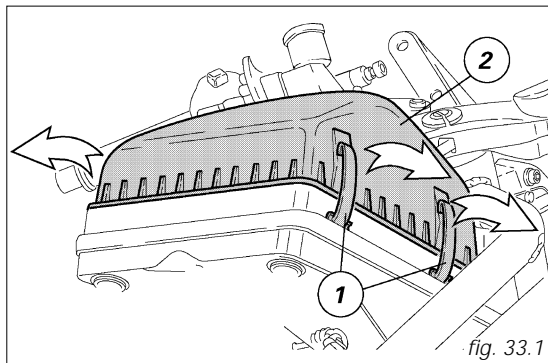

fig. 33.1
Pour retirer le filtre, décrochez les languettes (1, fig. 33.1) de fixation du couvercle, de part et d'autre de la boîte à filtre, et retirez le couvercle (2).